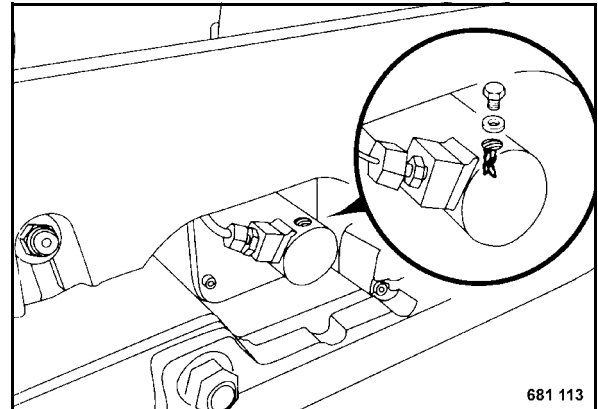

Fig. 72
- Slacken the bleeding screw (Fig. 72).